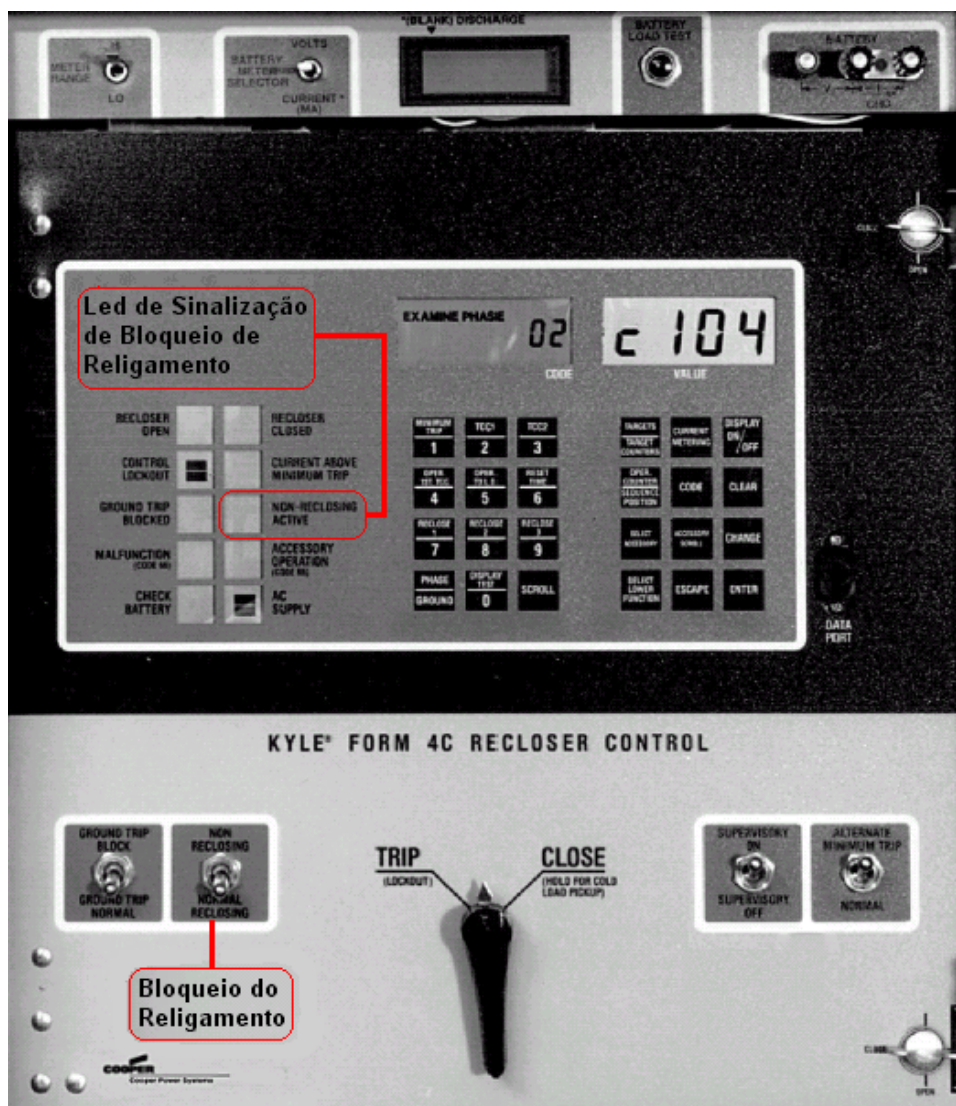

Figura 6 – Religador com controle F4C.
4.6.1. Bloqueio de Religamento (Vide Figura 6)
4.6.2. Desbloqueio de Religamento (Vide Figura 6)